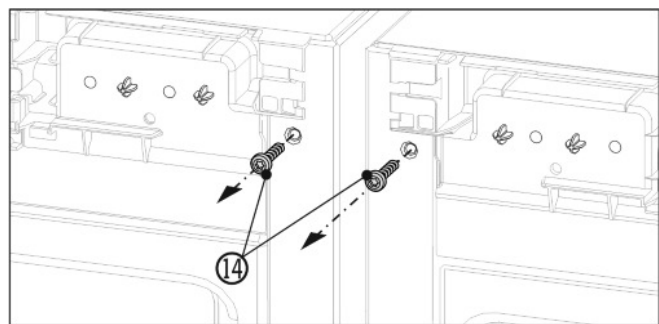

Fig. 6
- ▶ Voor de montage van het bovenste hoekstuk, moet u de beide aardschroeven Fig. 6 (14) eruit draaien.